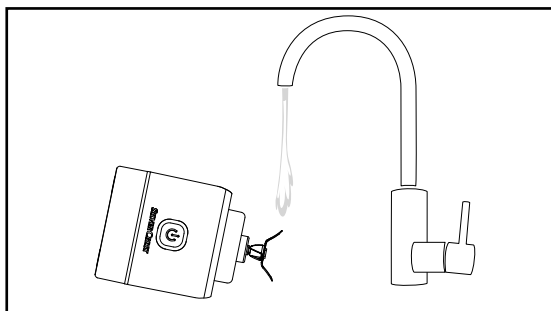

Fig. 2
■ Lave cuidadosamente a lâmina cruzada 5, se necessário utilizando uma escova para loiça, com água corrente. Certifique-se de que não entra água no bloco do motor 9 e não mergulhe o aparelho em água! Incline o aparelho de modo que a água apenas caia sobre a lâmina cruzada 5 (ver fig. 2). Se limpar o aparelho imediatamente após a utilização, será mais fácil remover os resíduos presentes no mesmo.